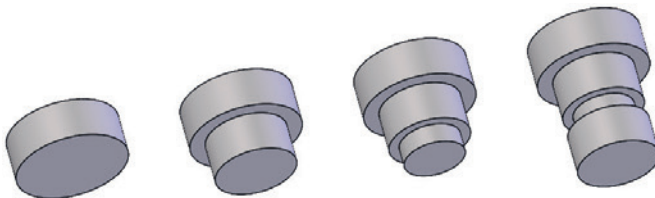

Bild 1.5
- Der **Schichtenansatz**: Mit dem Schichtenansatz erstellen Sie das Teil Stück für Stück, indem Sie der vorherigen Schicht jeweils eine neue hinzufügen (Bild 1.5).